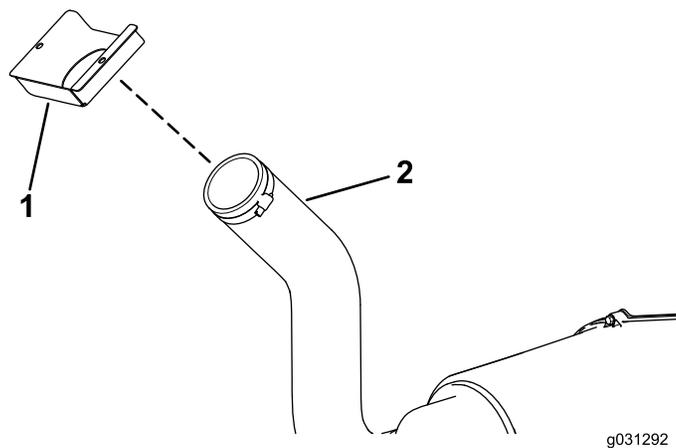

Рисунок 2
5. Подсоедините впускной воздушный шланг вариатора к впускной насадке (Рисунок 2).